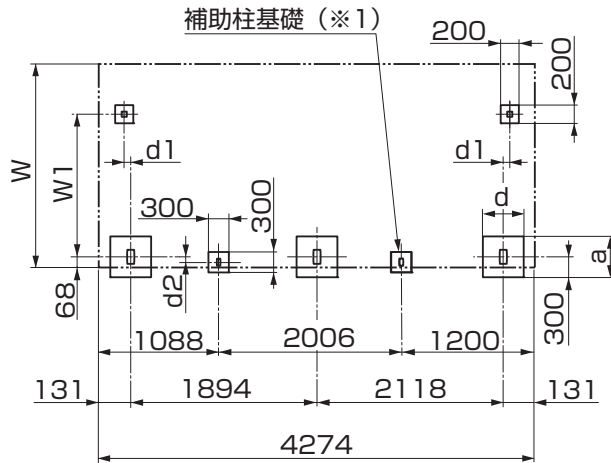

図1-1 22サイズ+22サイズ
- ① 縦樋を切断してください。(図1-1 参照)
- ② 後枠両端の片方の水抜き孔にアタッチメントパッキン、雨樋アタッチメント、ドレンエルボ、縦樋、92° エルボ、でんでんを接着剤と【12-4】、【12-5】で取付けてください。
- ③ もう一方の水抜き孔に、アタッチメントパッキン、雨樋孔ふさぎキャップを【12-4】で取付けてください。
- ④ ネジ部にシーリング材を充てんしてください。(※1)